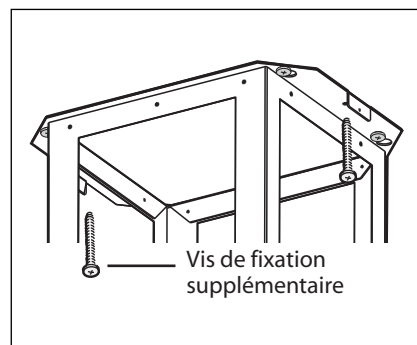

FIG.8
8. Ajustez les angles de l'appareil sur le plafond au besoin, puis terminez l'installation en ajoutant deux vis de fixation. Voir fig. 8.